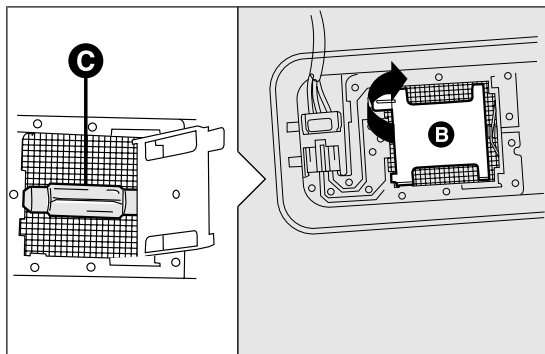

fig. 158
- abrir la tapa B fig. 158 como se indica;
- sustituir la lámpara C fig. 158 soltándola de los contactos laterales, colocar la nueva lámpara y asegurarse de que quede correctamente fijada entre estos;